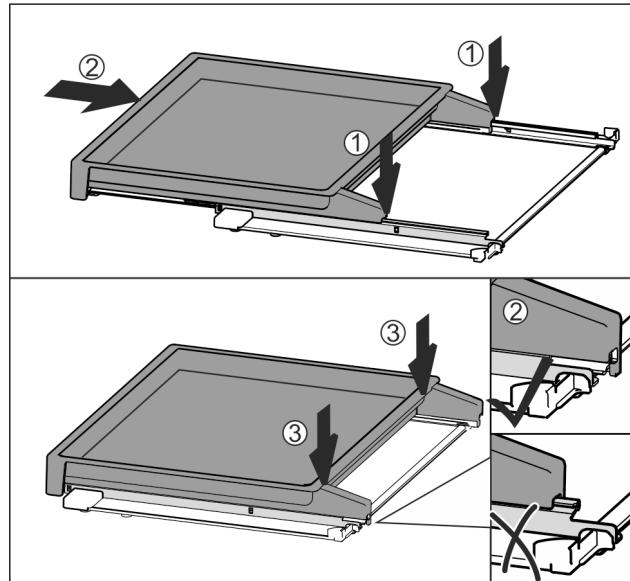

Fig. 33
- Nasadte uprostřed na kolejničky Fig. 33 (1).
- Vysouvací příhrádku zcela zasuňte Fig. 33 (2).
- Zatlačte pak na zadní straně, až slyšitelně zacvakne Fig. 33 (3).